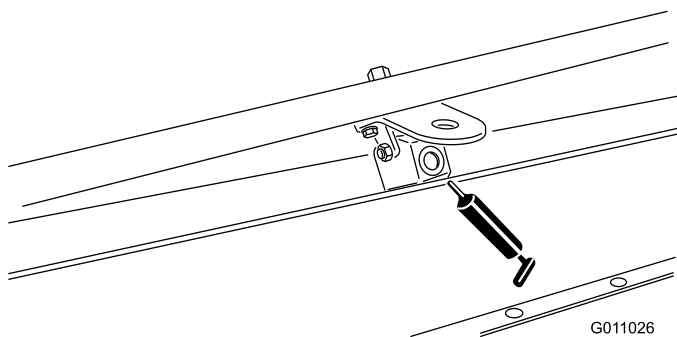

Figura 33
- Pivote del cepillo (2) (Figura 33).